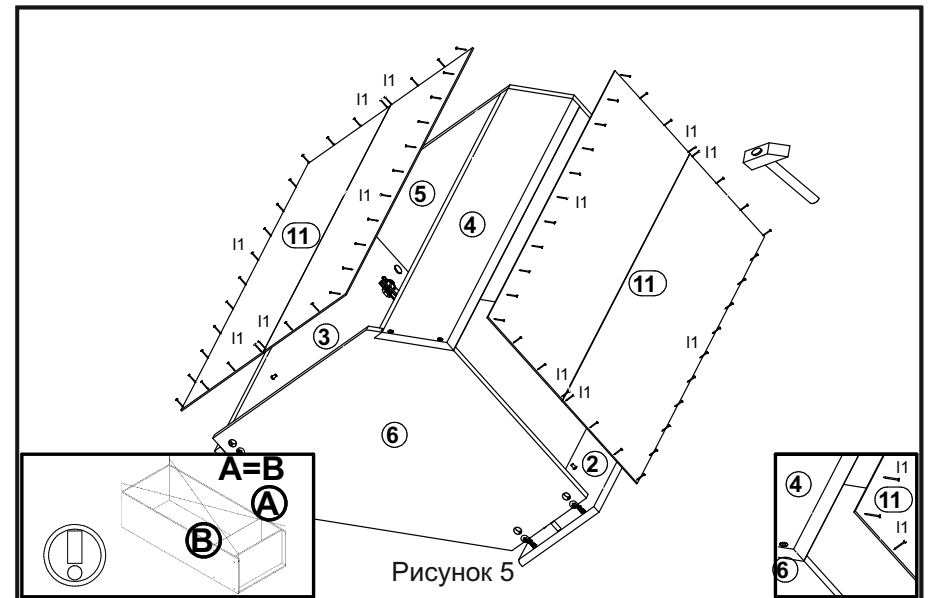

Рисунок 5
10. Положить корпус изделия фасадными кромками вниз на ровную поверхность и выровнять его, измеряя рулеткой расстояние между противоположными углами по диагонали. Расстояния должны быть равными (см. рис. 5).
11. Закрепить стенки задние клеенные **11** к корпусу изделия гвоздями **I1** с шагом **80-120 мм** (см. рис. 5).